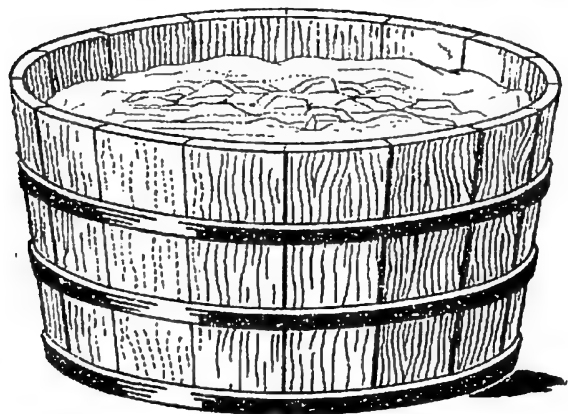

Fig. 3. — La glace qui s'est formée dans un baquet a une surface bombée vers l'extérieur.
**5. Les dégâts de la gelée.** — Après une forte gelée, la glace qui s'est formée dans un baquet d'eau, au lieu d'avoir une surface bien plane, apparaît bombée vers l'extérieur (*fig. 3*), comme si l'eau, en gelant, s'était gonflée. Elle a, en effet, augmenté de volume